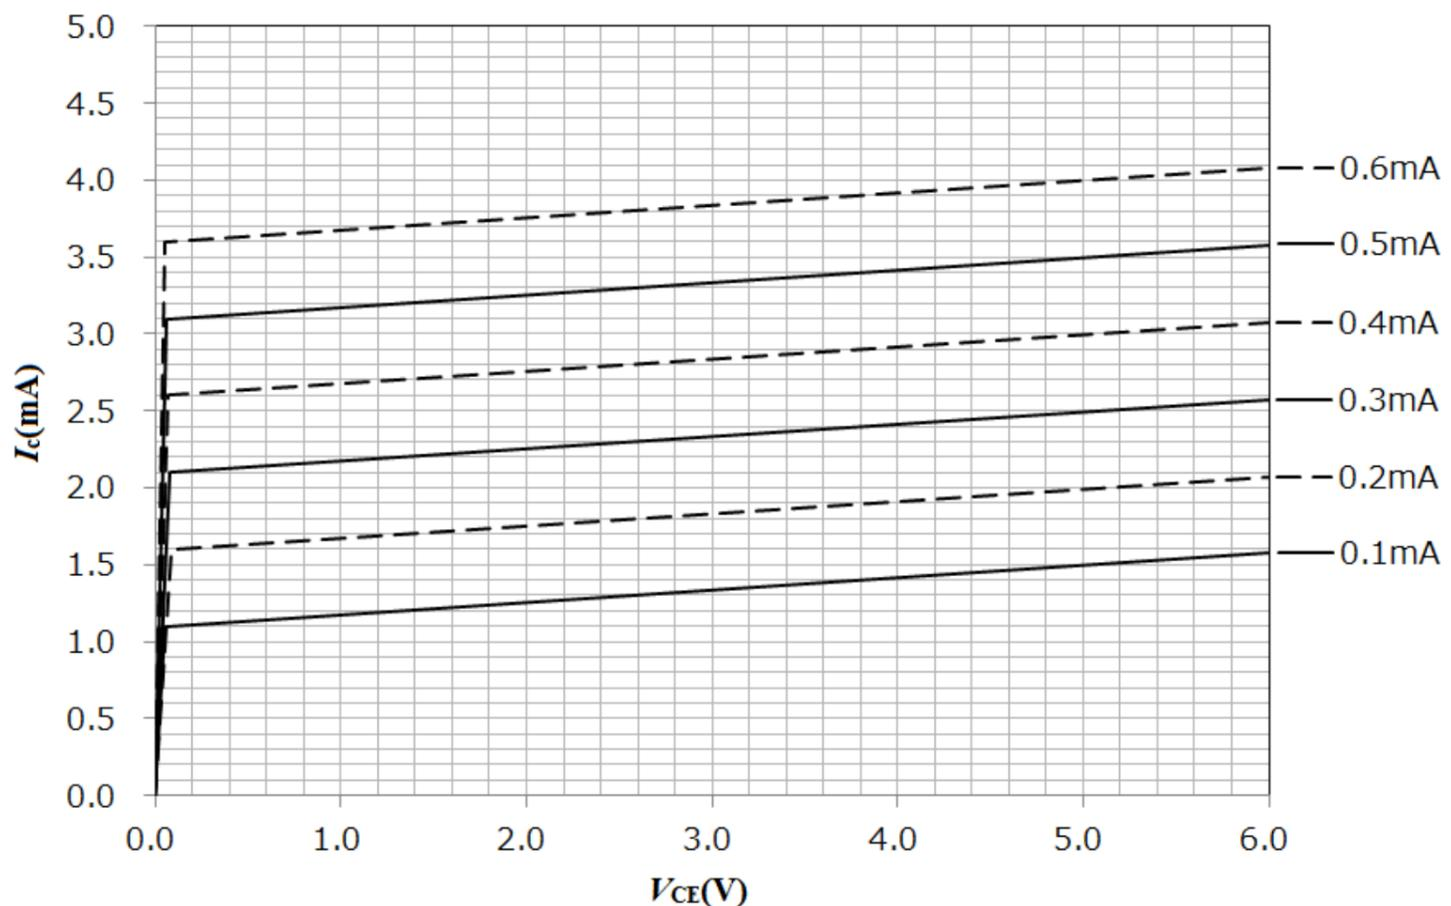

図2 $V_{CE} - I_C$ 特性曲線図
- (2) 解答欄に記載しているトランジスタの $V_{CE} - I_C$ 特性曲線図 (図2と同じ図) 上に、負荷線を記入しなさい。
- (3) (2) で記入した負荷線をもとに、(1) で求めたベース電流 I_B に対する動作点における、コレクタ電流 I_{CQ} とコレクタ・エミッタ間電圧 V_{CEQ} を求めなさい。
- (4) R_c の抵抗値を $1.0\text{ k}\Omega$ から $300\ \Omega$ に変更し、さらに R_c とトランジスタのコレクタ端子との間にLEDを挿入した。このLEDは、電圧 1.44 V 、電流 3.2 mA で点灯する。については、LEDを点灯させる R_b の抵抗値を求めなさい。また、必要に応じて、図2の $V_{CE} - I_C$ 特性曲線図を使用しなさい。
(2)	<p>(答え)</p> <p style="text-align: center;">図2 $V_{CE} - I_C$ 特性曲線図</p>